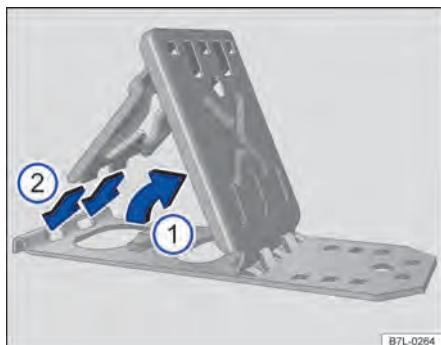

Fig. 277 Rebater os calços dobráveis.
- Erguer a chapa de apoio ⇒ Fig. 277 ①.
- Encaixar completamente as duas “pontas” da chapa de segurança nos furos longos da chapa base ②.